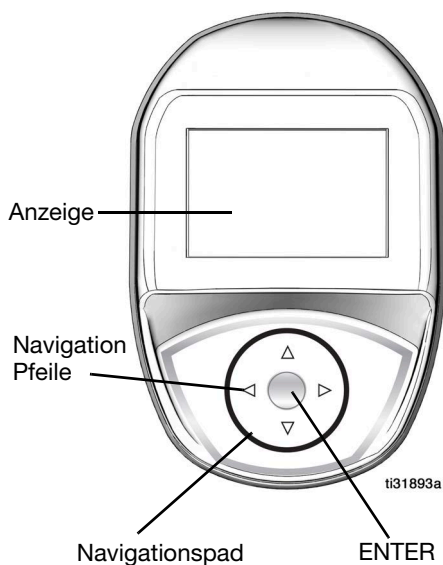

ABB. 1
Das Navigationspad (ABB. 1) enthält vier (4) Navigationspfeile (AUF, AB, LINKS, RECHTS) und eine Taste (ENTER) in der Mitte.